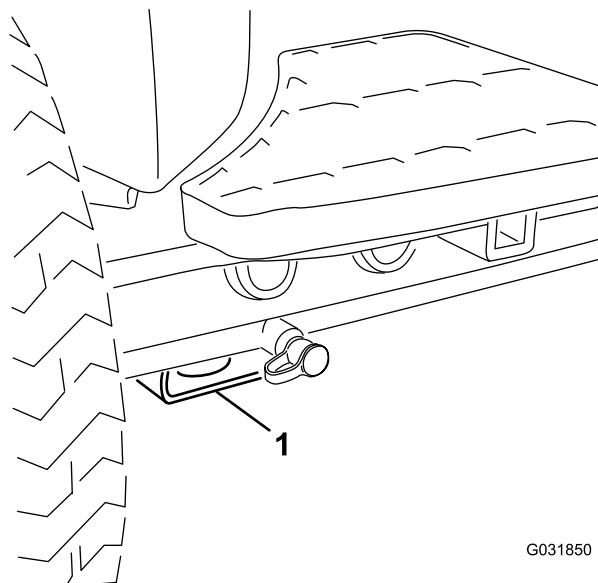

Figura 35
- Dianteira – pastilha retangular, por baixo do tubo do eixo, dentro de cada pneu dianteiro (Figura 35).